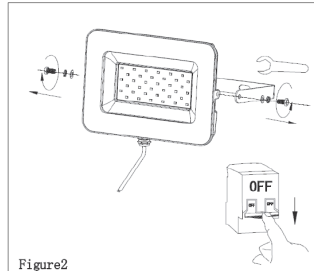

Figure2
2. Ta bort skruvarna som håller fast fästbygel och ta bort bygel (fig. 2).